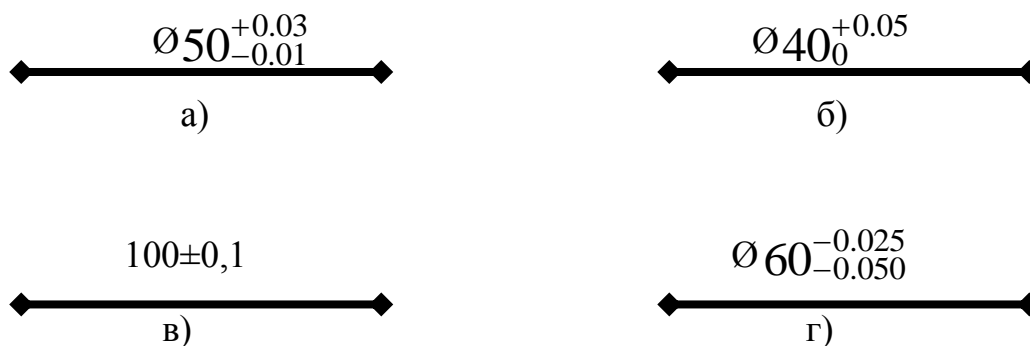

Рисунок 1.2 – Позначення граничних відхилів на кресленнях
- 1) Граничні відхили вказують безпосередньо після номінальних розмірів зі своїм знаком, причому верхні відхили поміщають над нижніми (рис. 1.2, а).
- 2) Граничні відхили рівні нулю треба вказувати (рис. 1.2, б).
- 3) При симетричному розташуванні поля допуску щодо нульової лінії абсолютне значення відхилів вказують один раз зі знаками \pm ; при цьому висота шрифту відхилів повинна дорівнювати висоті шрифту номінального розміру (рис. 1.2, в).
- 4) У відхилих нулі праворуч від значущої цифри не ставлять. Якщо ж число значущих цифр у верхнього і нижнього відхилів різне, то, дописуючи нулі праворуч, число цифр у верхнього і нижнього відхилів необхідно зробити однаковим (рис. 1.2, г).